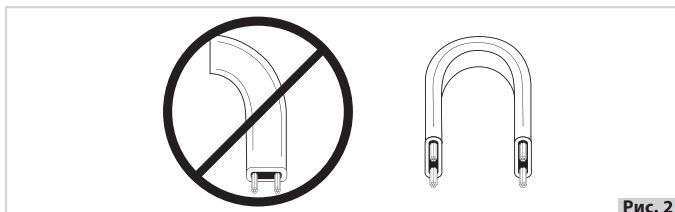

Рис. 2
- 4.5. При монтаже и эксплуатации кабель не должен подвергаться механическим нагрузкам и скручиванию в продольной плоскости. Не допускается изгибать кабель с радиусом изгиба меньше, чем указан в п. 3 настоящего Паспорта. Кабель должен изгибаться исключительно перпендикулярно плоскости жил (рис. 2).